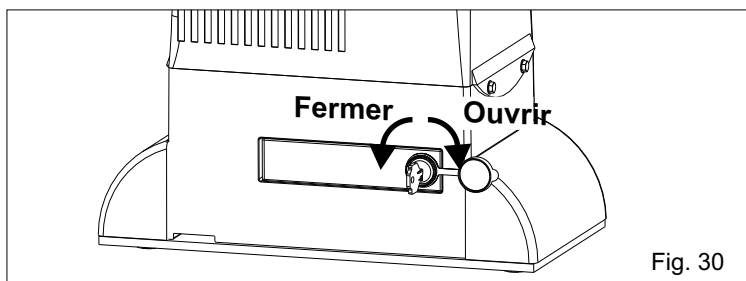

Fig. 30
- Ouvrir le couvercle de la serrure, insérer la clef et la tourner dans le sens des aiguilles d'une montre de 90° (Fig. 30)